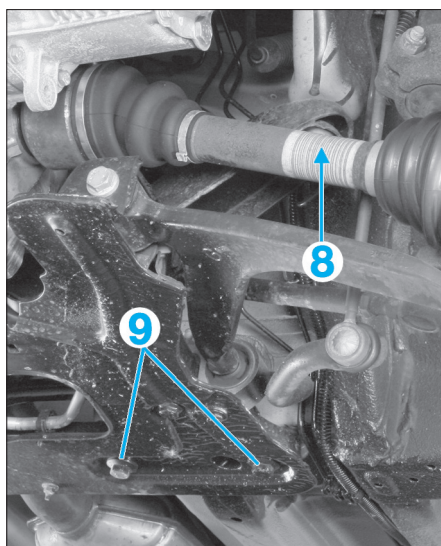

FIG. 12
- De chaque côté (Fig.12) :
- desserrer, sans les déposer, les vis (8),
- déposer les vis (9).